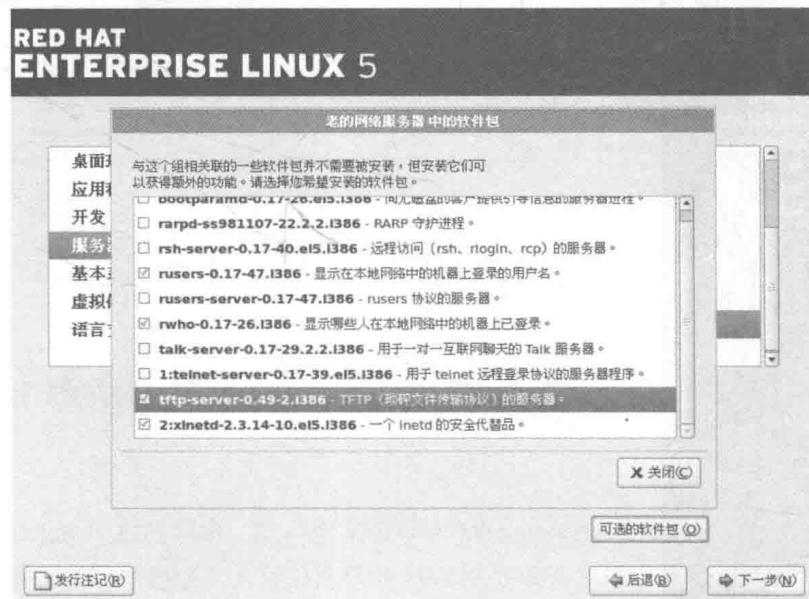

图 4-31 TFTP 服务器选择界面
(22) 我们选择 tftp-server-0.49-2.i386 安装包，如图 4-31 所示。